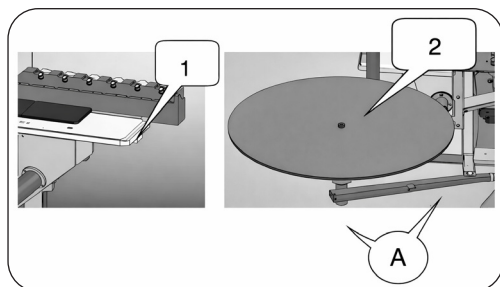

Figura 2
- Esta máquina é embalada em caixa de madeira. Para transferi-la mais facilmente, algumas partes da máquina são embaladas separadamente. A parte 1 e a parte 2 precisam ser montadas, veja a figura 2.
- Todas as peças são testadas e ajustadas antes da entrega. É fácil montar as seguintes peças. Braços da plataforma de fita solte o parafuso (peça A, figura 2), puxe o braço e aperte o parafuso no segundo furo no braço. Cerca do painel na extremidade do transportador fixe a cerca apertando os parafusos. Veja a imagem 2.